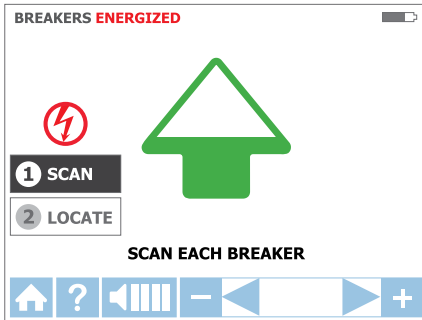

Figura 3.3b
1. La unidad se iniciará automáticamente en modo ① SCAN (LECTURA) como se muestra en la Figura 3.3b.